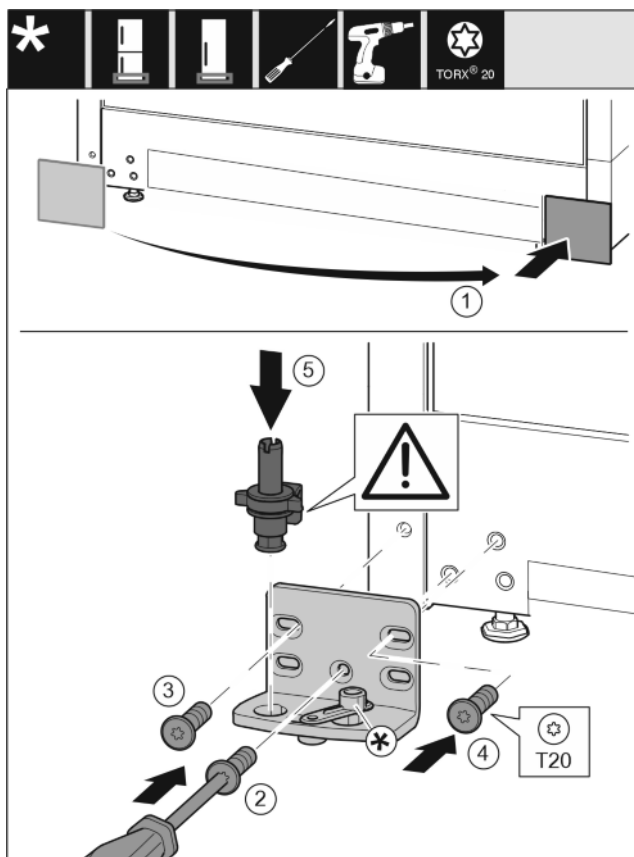

Fig. 15
- Enlever le cache et le mettre de l'autre côté. Fig. 15 (1)
- Poser le support de palier de l'autre côté et le visser à l'aide d'un tournevis T20. Commencer par la vis 2 en bas au milieu. Fig. 15 (2)
- Visser les vis 3 et 4. Fig. 15 (3,4)
- Mettre en place l'axe de palier complet. Veiller à ce que l'ergot d'enclenchement soit orienté en arrière. Fig. 15 (5)